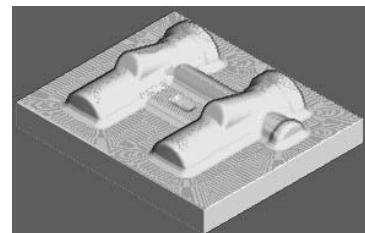

图 3-140 仿真加工结果 3
2) 在“仿真”工具栏的“当前刀具路径”下拉列表中选择要模拟的刀具路径 finish3，然后单击“执行”按钮，系统开始自动仿真加工，仿真加工结果如图 3-140 所示。